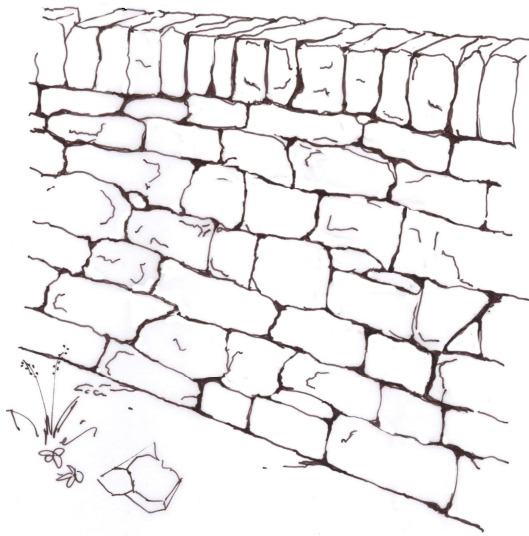

Abb. 3: korrekte Fugen
3. Steine (Bausteine, Binder, Decksteine) müssen versetzt platziert werden, damit keine Stossfugen entstehen, welche über mehrere Schichten laufen (siehe Abb. 3+4).